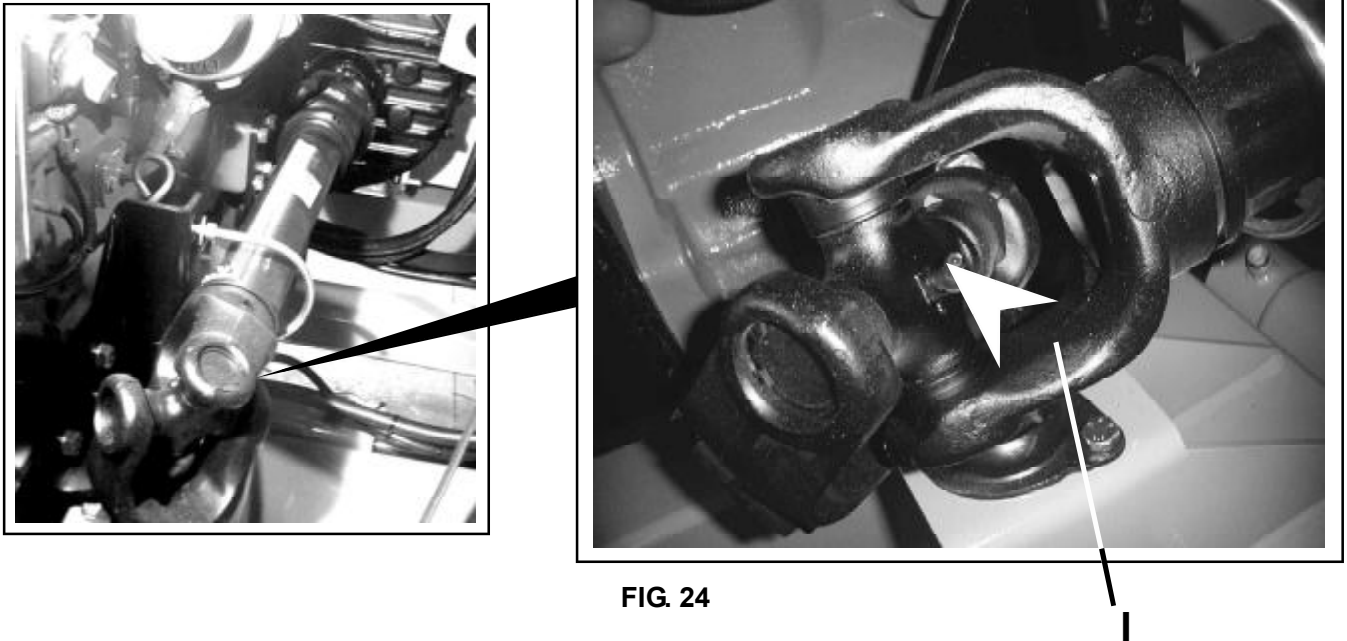

FIG. 24
Haal de wagen uit de versnelling om de cardanassen te kunnen laten draaien en zo bij het invetmechanisme (I) te kunnen komen (Fig. 24).